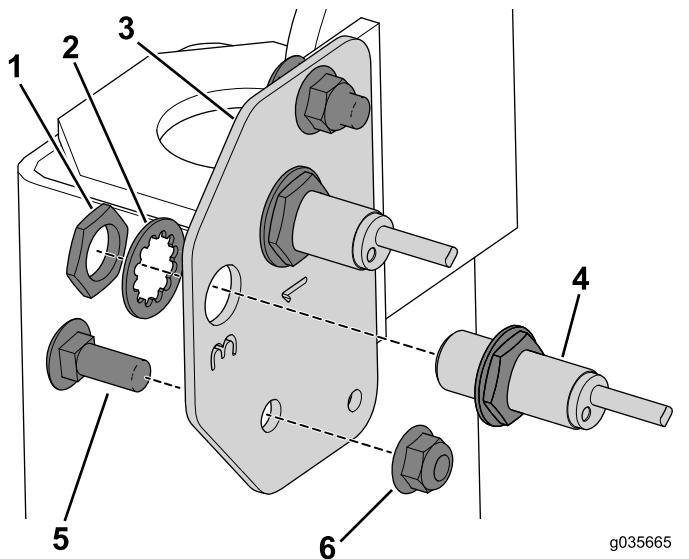

Figura 17
1. Utilice los 2 pernos de cuello cuadrado (3/8" x 1") y las tuercas con arandela prensada para fijar la placa del sensor derecho a la máquina (Figura 17).
2. Utilice las tuercas de retención y las arandelas para fijar los sensores de proximidad que retiró anteriormente en la placa del sensor derecho (Figura 17).